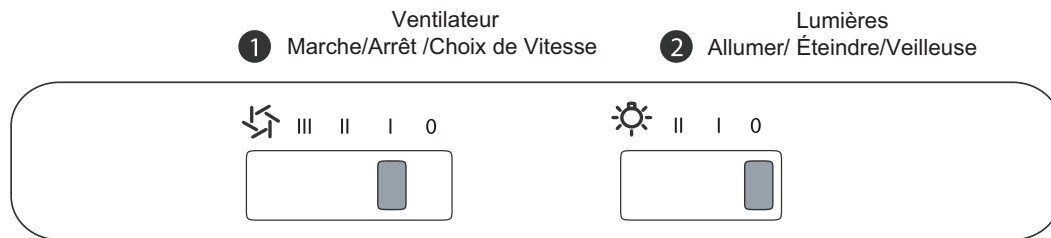

**FIG 1**
**Pour installer la hotte sous une armoire de cuisine (fig 1.)**